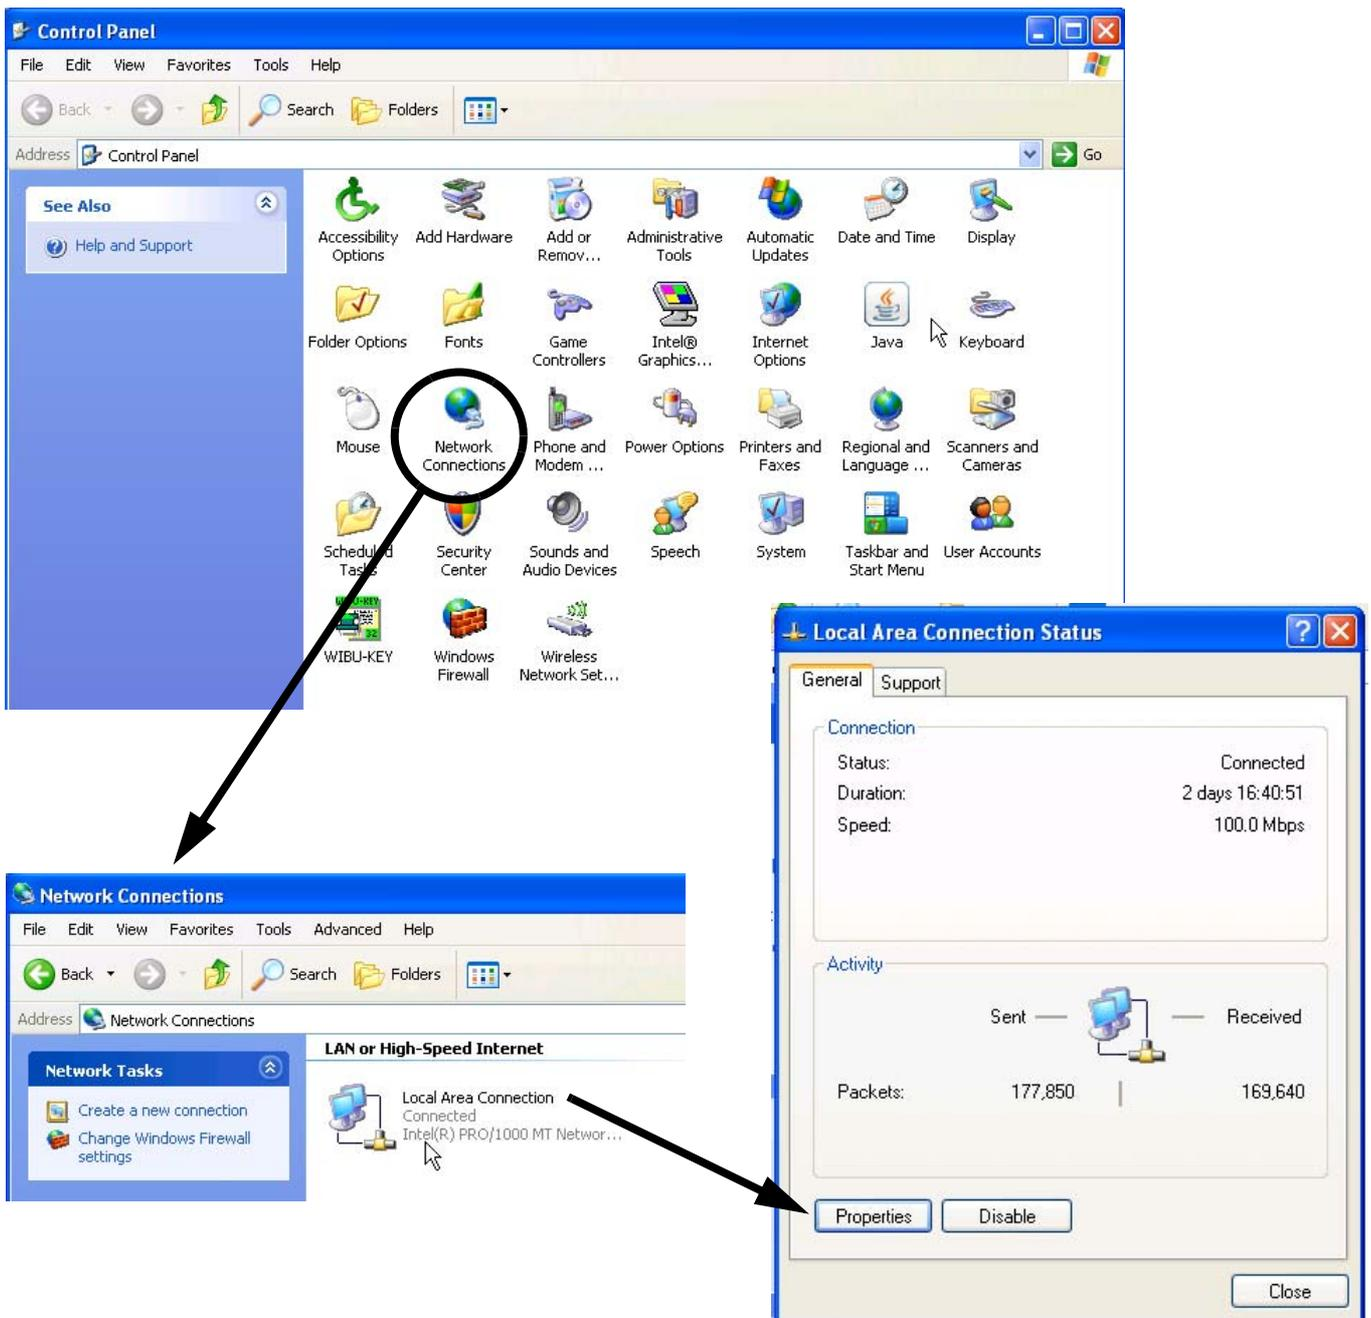
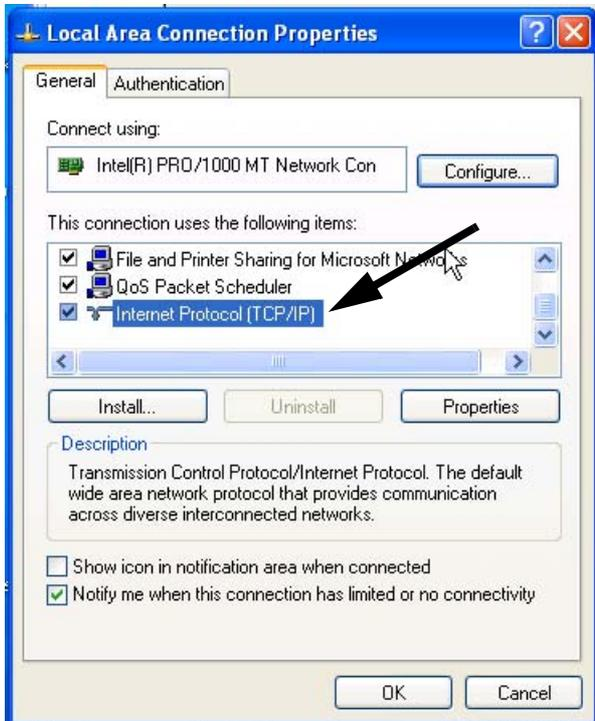

ABB. 2. Dem Computer eine IP-Adresse zuweisen
ABB. 3. Fenster „LAN-Verbindungseigenschaften“
b. Siehe ABB. 2. Doppelklicken Sie „Netzwerkverbindungen“. Doppelklicken Sie „LAN-Verbindung“, um das Fenster „LAN-Verbindungsstatus“ zu öffnen. Klicken Sie auf „Eigenschaften“, um das Fenster „LAN-Verbindungseigenschaften“ zu öffnen. Siehe ABB. 3.